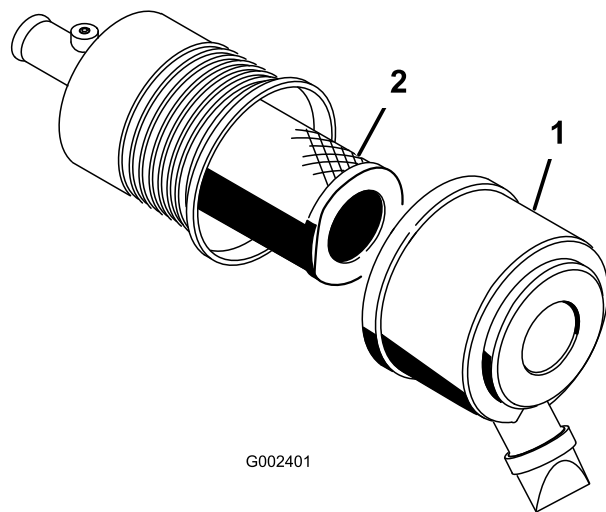

図 55
2. エアクリーナのカバーをボディーに固定しているラッチを外す 図 55。
3. エアクリーナのボディーからカバーを外す(図 55)。
5. フィルタを取り外して交換する(図 55)。